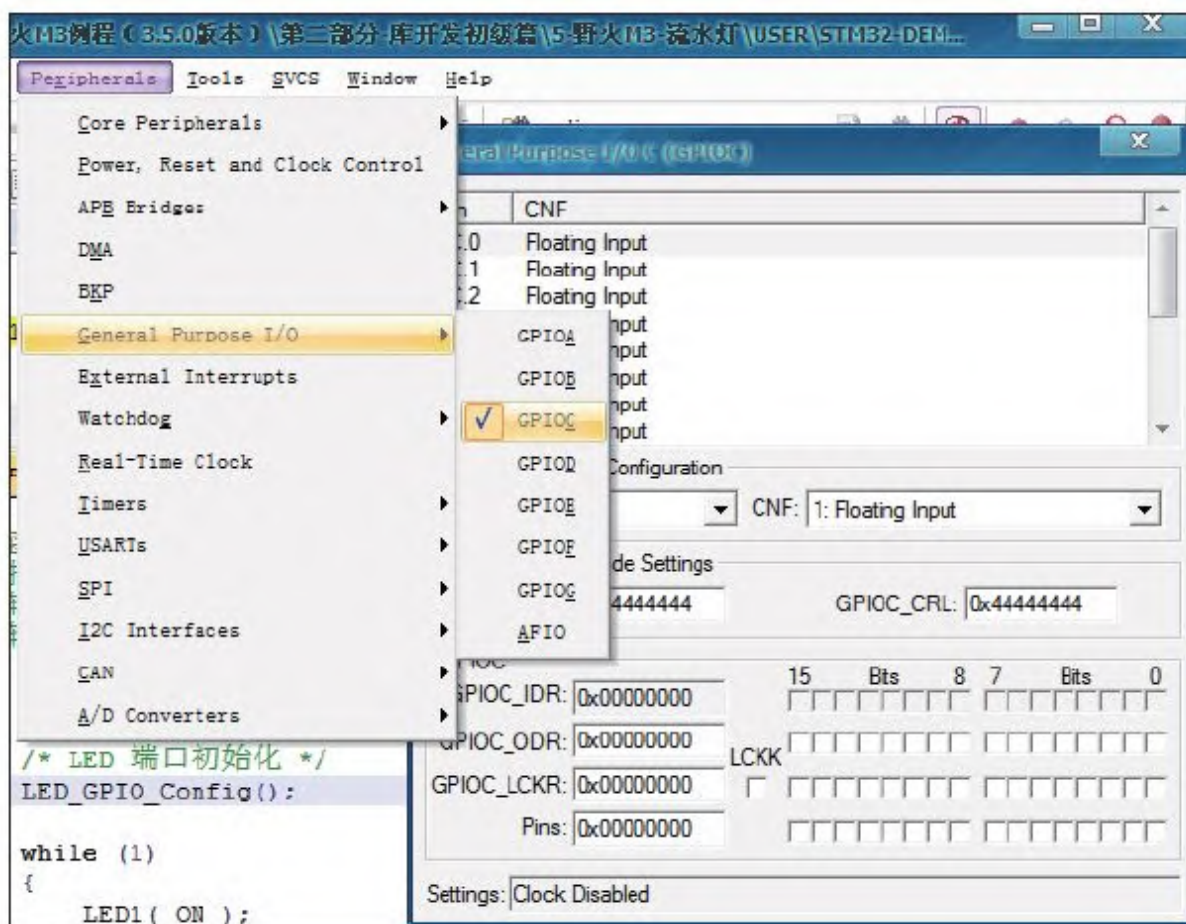

图 5-4 查看IO状态
5) 点击外设状态标签可弹出相应的外设状态查看窗口，见图5-4。